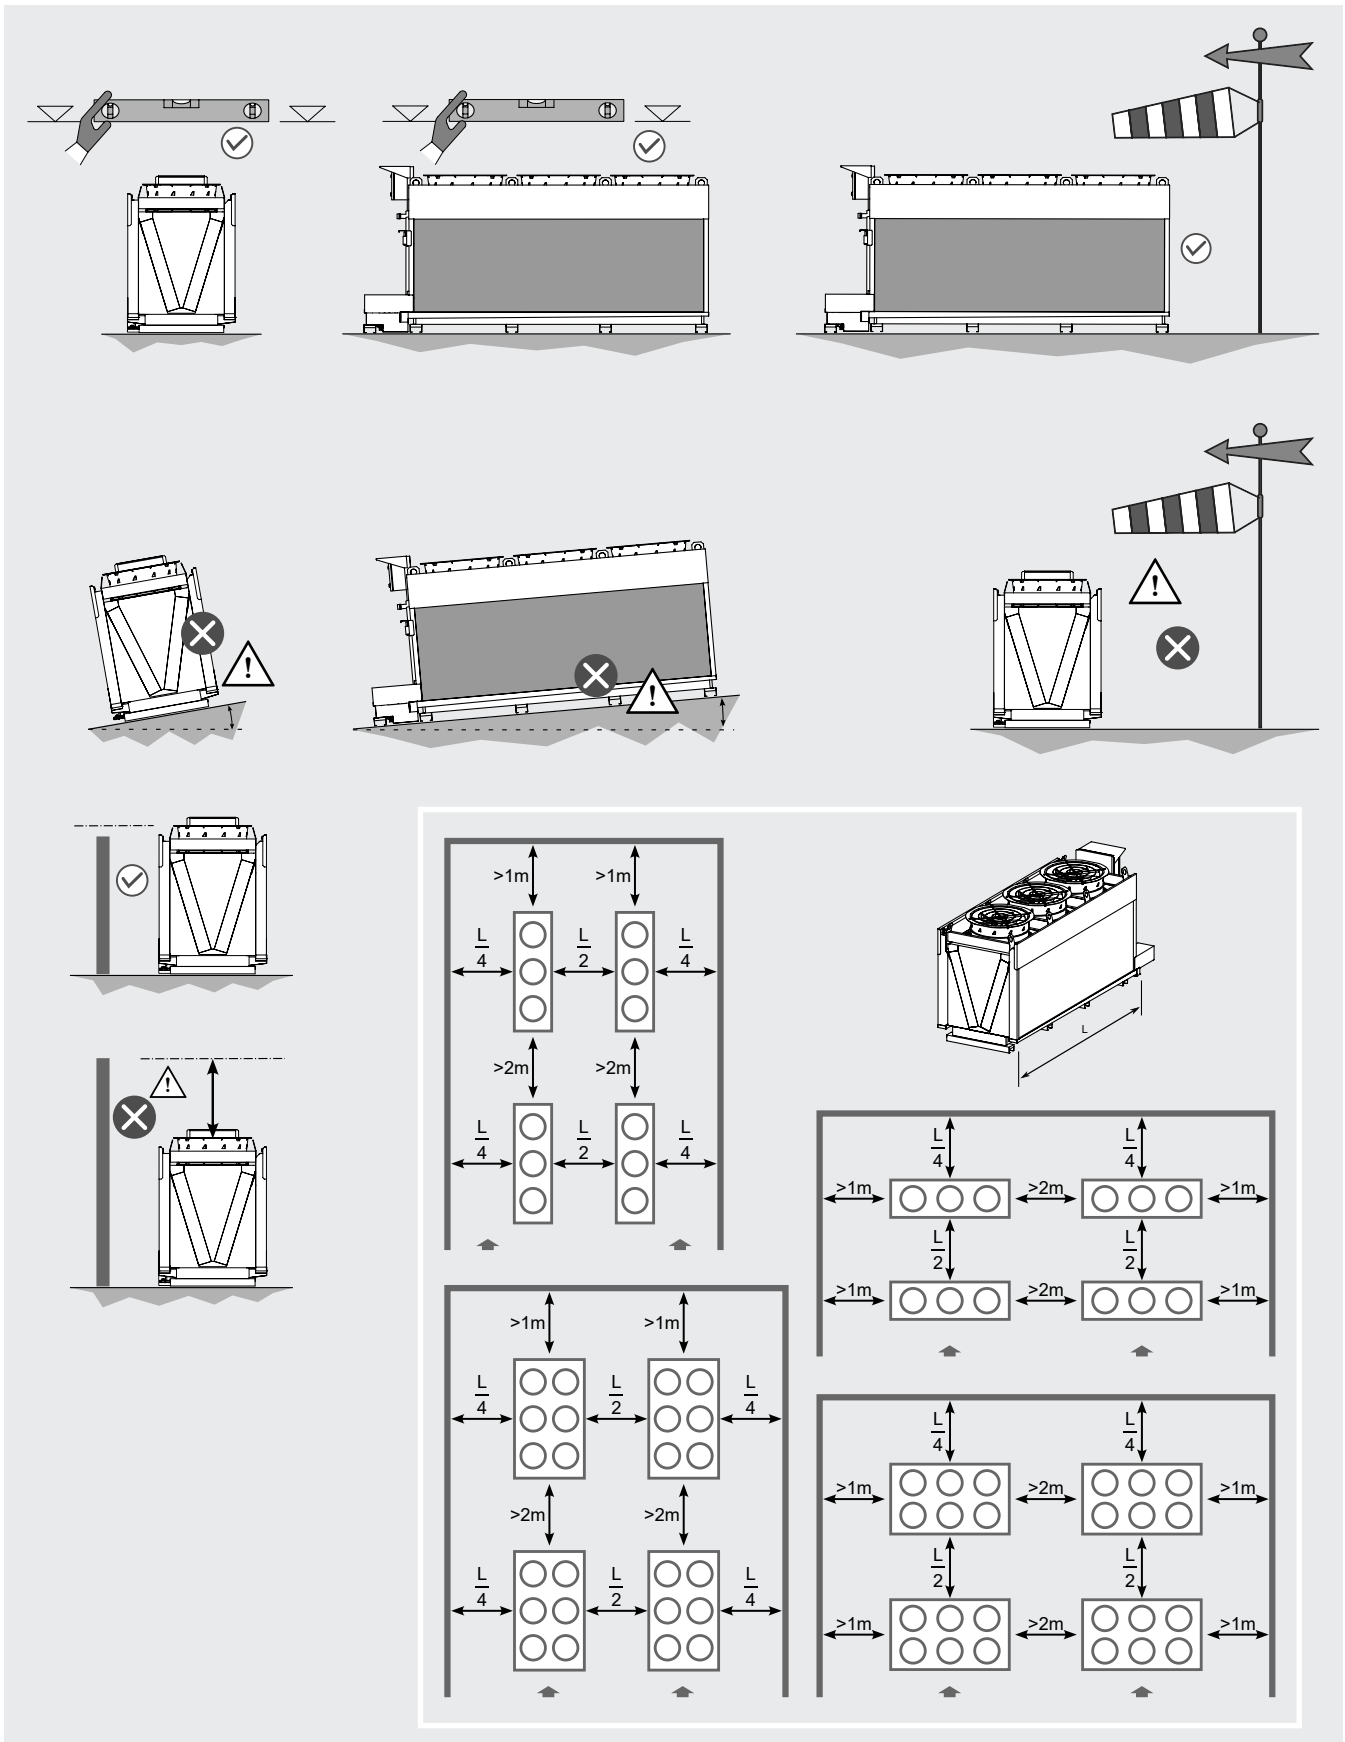

Figure 10
- 6.6 Prévoir un espace adéquat pour la circulation de l'air et la maintenance. Évitez de diriger le flux d'air contre des surfaces réfléchissantes ou des surfaces qui augmentent le niveau de bruit. L'espace minimal entre les modèles peut être réduit en fonction de la hauteur de positionnement, à l'aide de pieds spéciaux rehaussés ou d'une plateforme de support. Pour un fonctionnement optimal, positionnez le modèle orthogonalement à la direction des vents dominants. Pour des installations différentes des indications, contacter Modine. Le modèle doit être installé sur une surface plane parfaitement horizontale, capable de supporter le poids du modèle. Voir la Figure 10.